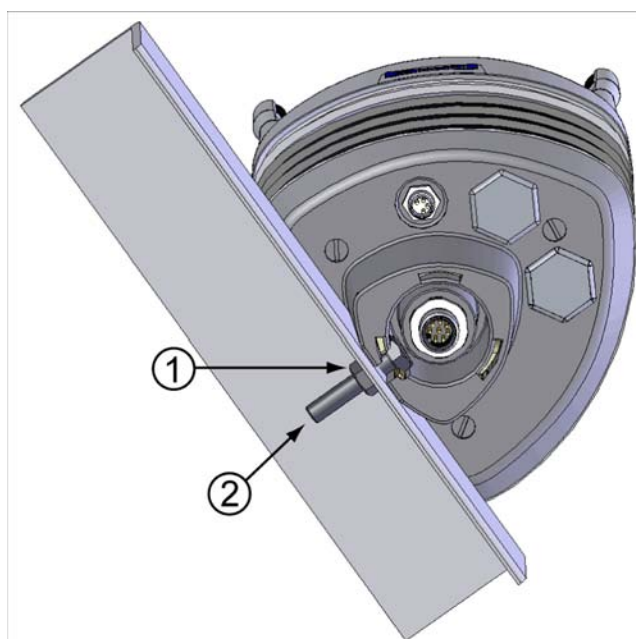
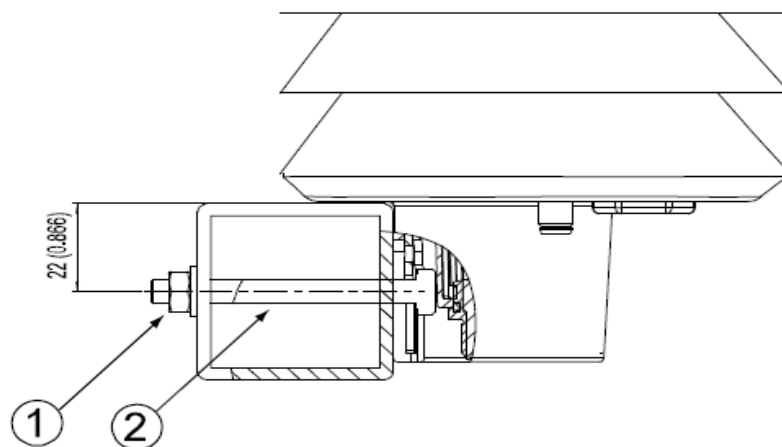

Рис. 14 Установка WXT520 на траверсе (L-профиль)
Рис. 15 **Расположение установочного винта на траверсе**
3. Установите преобразователь на траверсе, используя крепежный винт (M6 DIN933) и гайку, смотрите Рис. 14 на стр. 37 и Рис. 15 на стр. 38.
Следующие цифровые обозначения на Рис. 14 на стр. 37:
Следующие цифровые обозначения на Рис. 15 на стр. 38: